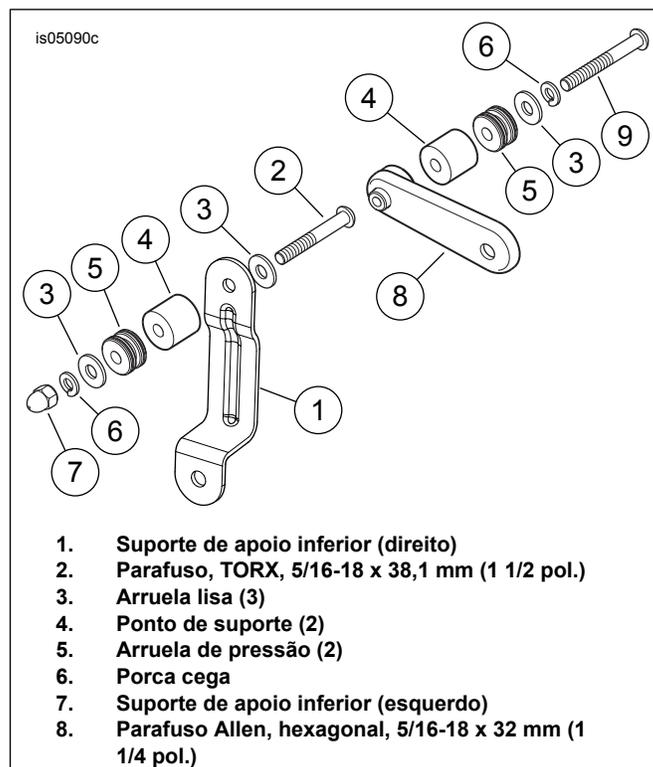
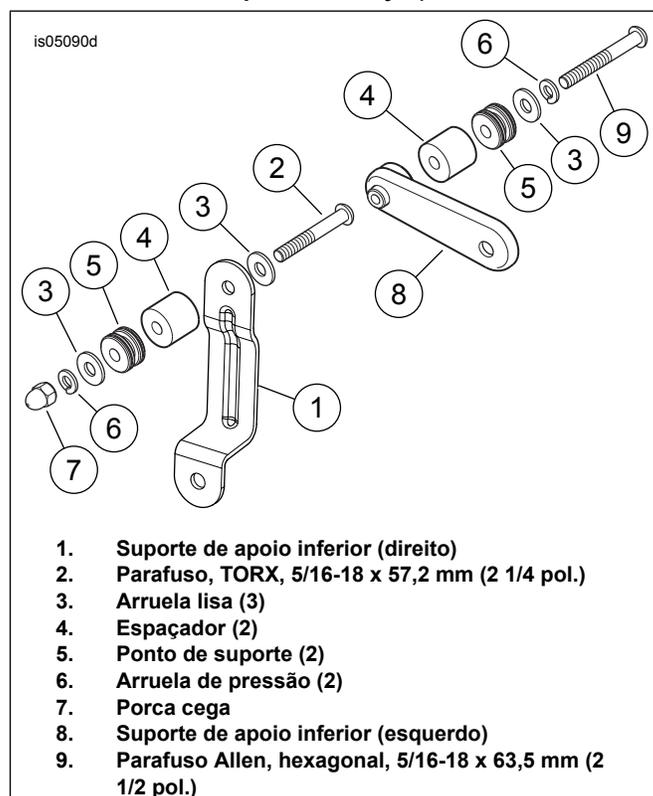

Figura 2. Conjunto do suporte de apoio inferior (somente para os alforjes)
Figura 3. Conjunto do suporte de apoio inferior (vários removíveis)
1. Veja Figura 2. Pegue uma arruela lisa (3) e um parafuso TORX® 5/16-18 x 38,1 mm (1 1/2 in) de comprimento (2) do kit do ponto de suporte. Instale a arruela nas roscas do parafuso e insira o parafuso através do furo superior no suporte de apoio inferior direito (1) como mostrado.
2. Deslize um ponto de suporte (4) e, em seguida, uma segunda arruela lisa e uma arruela de pressão (5) sobre as roscas do parafuso.
4. Instale uma porca cega (6) nas roscas e aperte com torque de 16,3–24,4 N·m (12–18 ft-lbs).
1. Veja Figura 2. Pegue um parafuso Allen hexagonal 5/16-18 x 32 mm (1 1/4 in) de comprimento (8) do kit do ponto de suporte. Deslize primeiro uma arruela de pressão (5) e, em seguida, uma arruela lisa (3) e o ponto de suporte (4) sobre as roscas do parafuso.
3. Instale o parafuso no furo rosqueado do suporte de apoio inferior esquerdo (7) e aperte com torque de 16,3–24,4 N·m (12–18 ft-lbs).
1. Veja Figura 3. Selecione o suporte inferior para seu modelo. Oriente o suporte como exibido na Figura 2. Pegue uma arruela lisa (3) e um parafuso TORX® 5/16-18 x 57,2 mm (2¼ in) de comprimento (2) do kit do ponto de suporte. Instale a arruela nas roscas do parafuso e insira o parafuso através do furo superior (furo menor) no suporte inferior direito (1) como mostrado.
2. Deslize um espaçador (4) grosso e, em seguida, um ponto de suporte (5), uma segunda arruela lisa e uma arruela de pressão (6) sobre as roscas do parafuso.
4. Instale a porca cega (7) nas roscas e aperte com torque de 16,3–24,4 N·m (12–18 ft-lbs).
1. Veja Figura 3. Pegue um parafuso Allen hexagonal 5/16-18 x 63,5 mm (2½ in) de comprimento (9) do kit do ponto de suporte. Deslize primeiro a arruela de pressão (6) e, em seguida, uma arruela lisa (3), um ponto de suporte (5) e um espaçador grosso (4) sobre as roscas do parafuso.
3. Instale o parafuso no furo rosqueado do suporte de apoio inferior esquerdo (8) e aperte com torque de 16,3–24,4 N·m (12–18 ft-lbs).